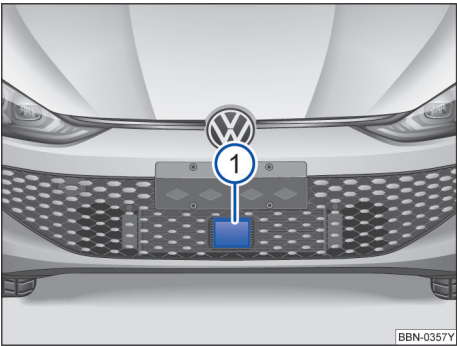

图 106 前牌照支架下方的格栅内：雷达成感器
前牌照支架下方的格栅内安装了一颗雷达成感器→图 106①，用于监测交通状况，可探测距本车约 100m 范围内的前方车辆行驶状况。